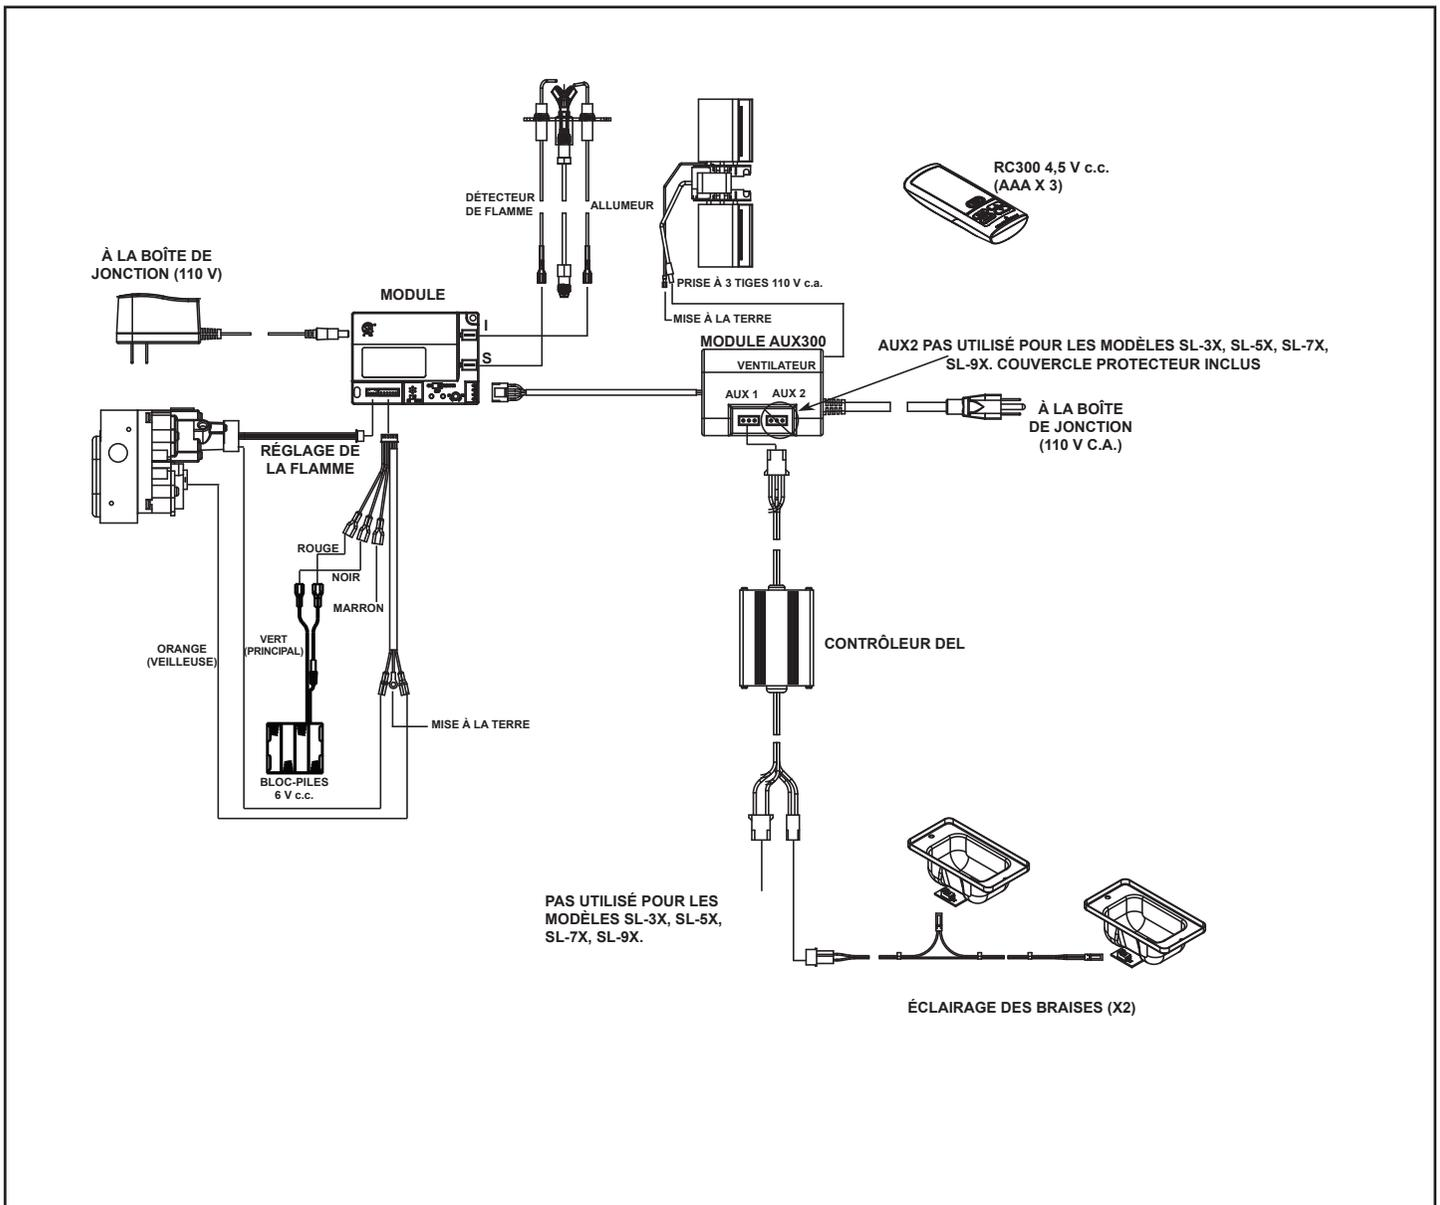

Figure 8.2 Schéma de câblage du système Intellifire™ Plus
- Se référer à la figure 8.2, Schéma du câblage IPI.